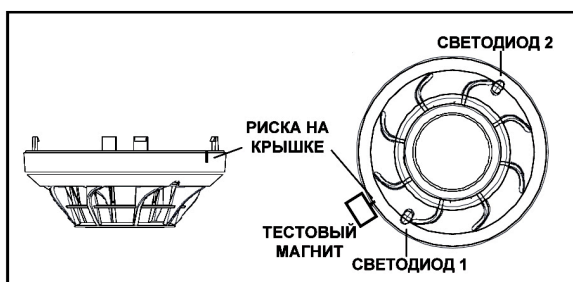

Рис. 2: Тестирование магнитом
- Поместите магнит (например, M02-24; в комплект поставки не входит) рядом с извещателем, как показано на рис. 2, на расстоянии примерно 2 см от светодиода 1. В этом месте на верхней стороне крышки извещателя имеется 2-х миллиметровая риска.